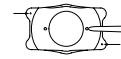

Fig. 10
- Hold ICL eller TICL med pincet og efterse den under operationsmikroskopet for at identificere og verificere korrekt retning af ICL eller TICL. (Fig. 10)